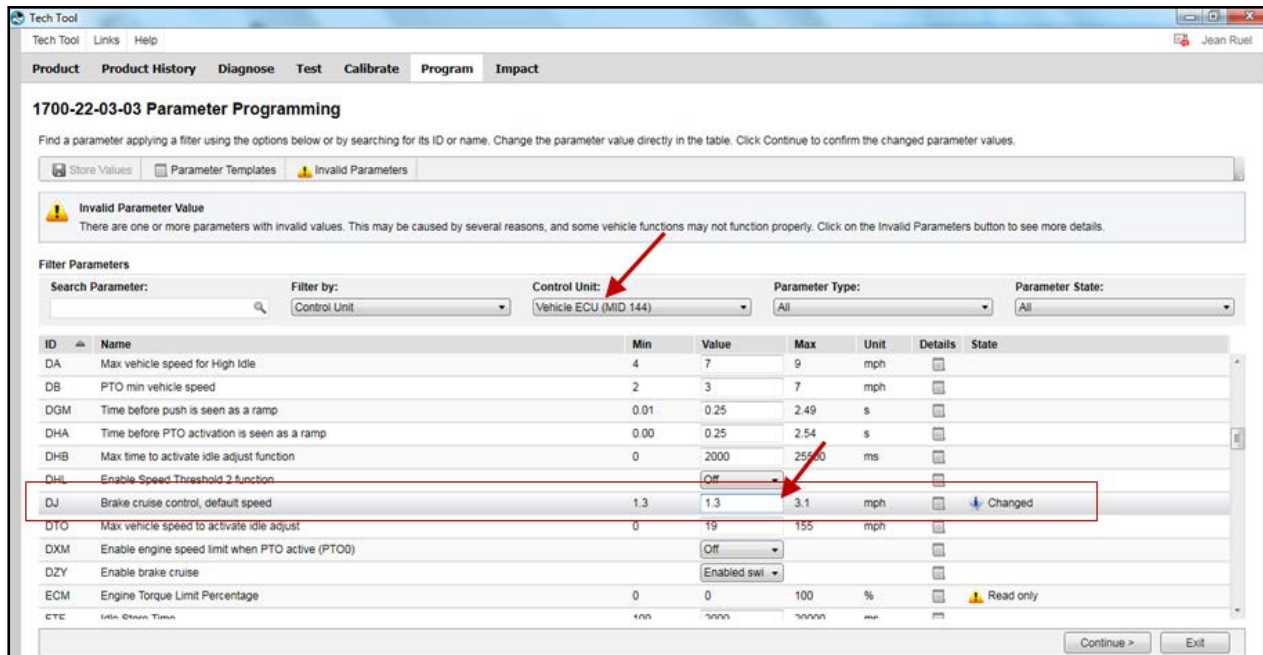

FIGURE 8
2. Sous CONTROL UNIT, sélectionnez VEHICLE ECU (MID 144) dans la liste déroulante (FIGURE 8).
3. Modifiez la valeur du paramètre DJ. Écrivez dans le champ 1.3 si l'unité est mi/h ou 2 si l'unité est km/h, puis appuyez sur la touche ENTRÉE de votre clavier (FIGURE 8).
4. Cliquez sur CONTINUE (FIGURE 8).